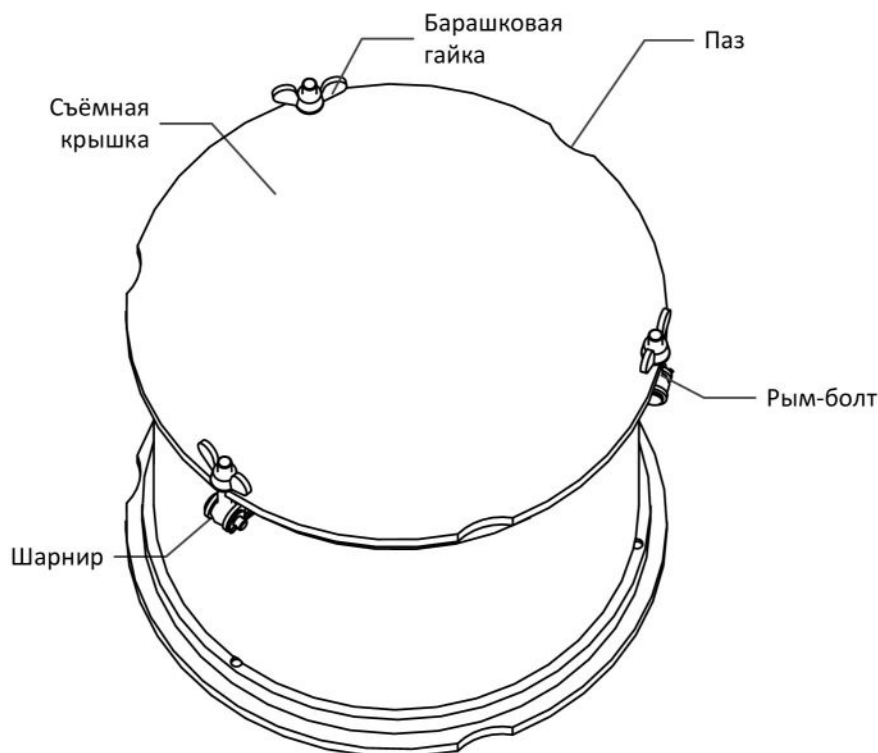
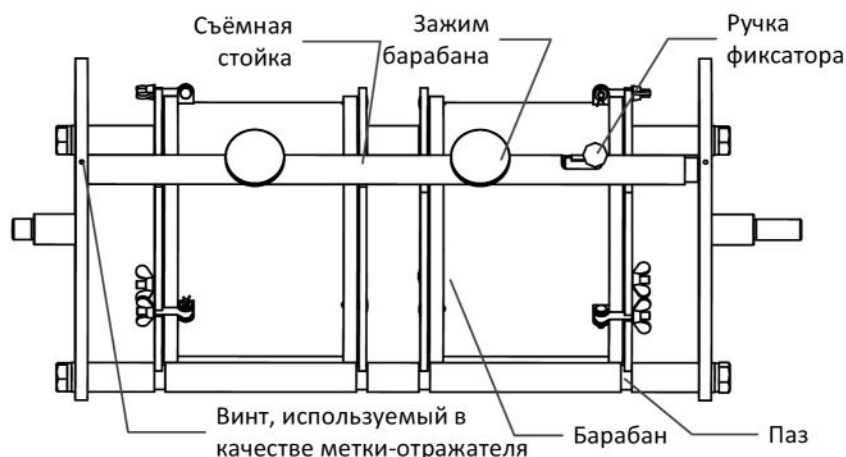

Рисунок 4 - Барабан
Рисунок 5 – Держатель барабанов
- 1) На крышке барабана (см. рис. 4) ослабить три барашковые гайки, вращая их против часовой стрелки. Отвести рым-болты на шарнирах в стороны. Снять крышку.
- 1) Вращая держатель вручную, установить его таким образом, чтобы съёмная стойка находилась в верхнем положении (см. рис. 5).
- 3) Установить барабаны на стойки таким образом, чтобы пазы на барабанах (см. рис. 4) совпали с пазами на стойках (см. рис. 5).
- 5) Зафиксировать барабаны, вращая зажимы барабанов (см. рис. 5) по часовой стрелке.
- 4) Вращая держатель вручную, установить его таким образом, чтобы съёмная стойка находилась в верхнем положении (см. рис. 5).
- 5) Снять фиксацию барабанов, вращая зажимы барабанов (см. рис. 5) против часовой стрелки.
- 8) На крышке барабана (см. рис. 4) ослабить три барашковые гайки, вращая их против часовой стрелки. Отвести рым-болты на шарнирах в стороны. Снять крышку.